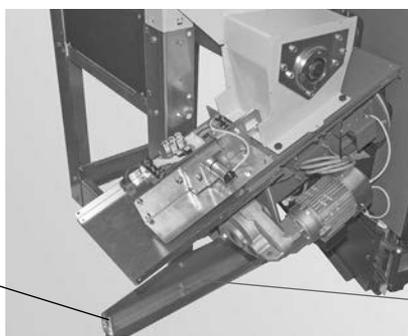

Fig. 154 Montare l'elemento di chiusura
- Spingere l'elemento di chiusura tra la stiva e la coclea di dosaggio e fissare su ciascun lato con 4 viti a testa esagonale M10x30 e i dadi M10 - Fig. 154.
Per montare facilmente l'elemento di chiusura, sollevare la stiva svitando le viti di regolazione (Fig. 154), in modo tale da incrementare la distanza tra stiva e coclea di dosaggio.